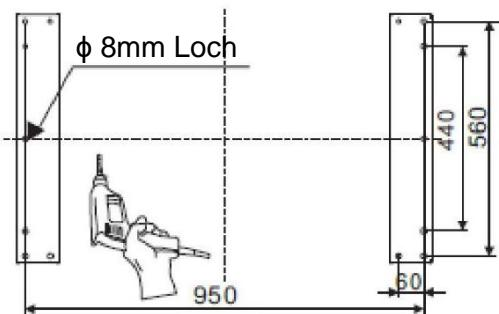
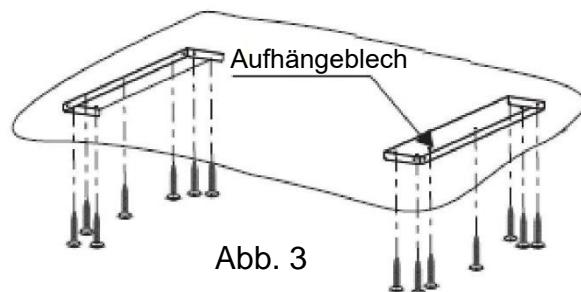

Abb. 2
Abb. 3
4. Entsprechend der auf Bild 2 gezeigten Größe bohren Sie 14 Löcher mit einem Durchmesser von 8mm in die Decke, sobald die Installationshöhe bestimmt ist. 14 Stück Explosionsschrauben (oder 14 Stück ST6*40mm große Flachschauben + 14 Stück Dübel) werden verwendet, um die beiden Hängebretter an der Decke zu befestigen. Siehe Abb. 3.